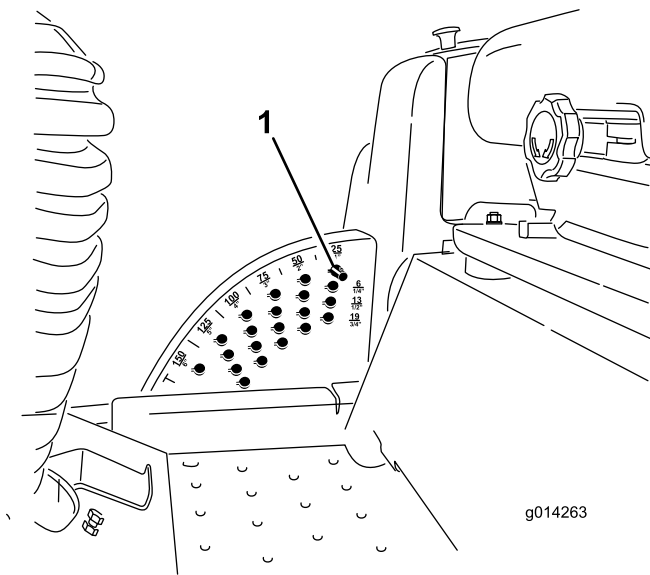

Bild 24
1. Ziehen Sie den Mähwerkhubhebel bei laufendem Motor zurück, bis das Mähwerk ganz angehoben ist, und lassen Sie den Hebel sofort los, wie in Bild 24 abgebildet.
2. Drehen Sie den Schnitthöhenstift so lange, bis die Noppe am Stift mit den Schlitzen in den Löchern in der Schnitthöhenhalterung ausgefluchtet ist. Nehmen Sie ihn dann ab (Bild 24).
3. Wählen Sie ein Loch in der Schnitthöhenhalterung, das der gewünschten Schnitthöhe entspricht, stecken Sie den Stift ein und drehen Sie ihn nach unten, um ihn zu arretieren (Bild 24).
**Hinweis:** Es gibt vier Reihen der Lochpositionen (Bild 24). Die oberste Reihe ergibt die Schnitthöhe, die über dem Stift steht. Die zweite Reihe ergibt die Schnitthöhe plus 6 mm. Die dritte Reihe ergibt die Schnitthöhe plus 12 mm. Die unterste Reihe ergibt die Schnitthöhe plus 18 mm. Für die Stellung von 15,8 cm gibt es nur ein Loch, das in